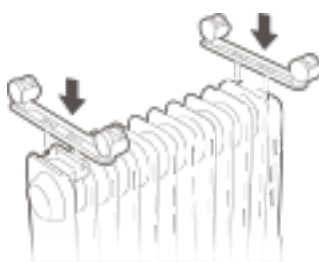

Рисунок 1
2. Вирівняйте монтажний отвір комплекту коліщат у зібраному стані та встановіть коліщата на гвинт панелі для коліщат у кінці пластини радіатора, а другий комплект коліщат у зібраному стані вирівняйте з гвинтами, установленими внизу панелі керування (див. рис. 1).